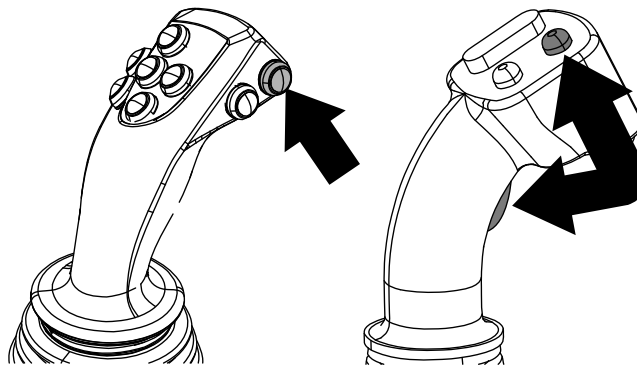

Bild 6
Drücken Sie die Taste Tempomat auf dem Joystick (Bild 6) oder drücken Sie Taste 4 auf dem Startbildschirm, um den Tempomatbildschirm aufzurufen.
2. Halten Sie den/die Joystick(s) in der aktiven Position, bis Sie die gewünschte Druckkraft und das Drehmoment erreicht haben und drücken Sie dann die Tempomat-Taste auf dem Joystick (Bild 6).